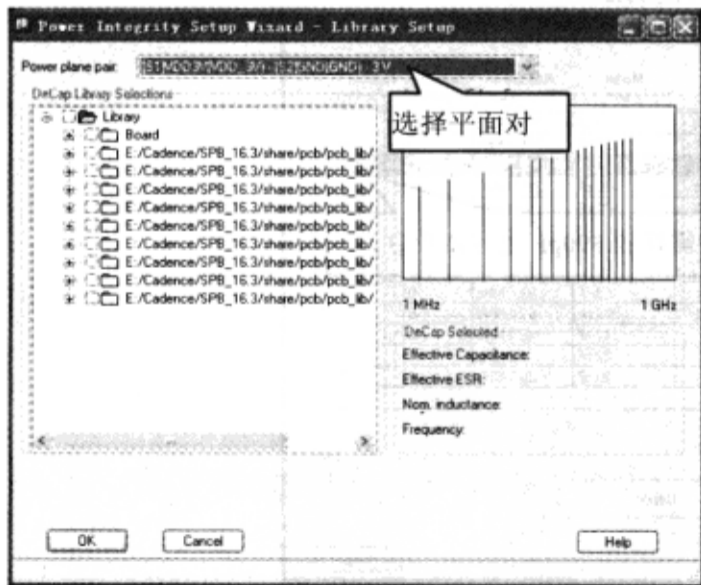

图 9-7-74 选择平面对
(5) 在“Power Integrity Setup Wizard-Library Setup”对话框的“Power plane pair”栏中选择“[S1]VDD3(VDD\_3) - [S2]GND(GND) - 3V”，如图 9-7-74 所示。